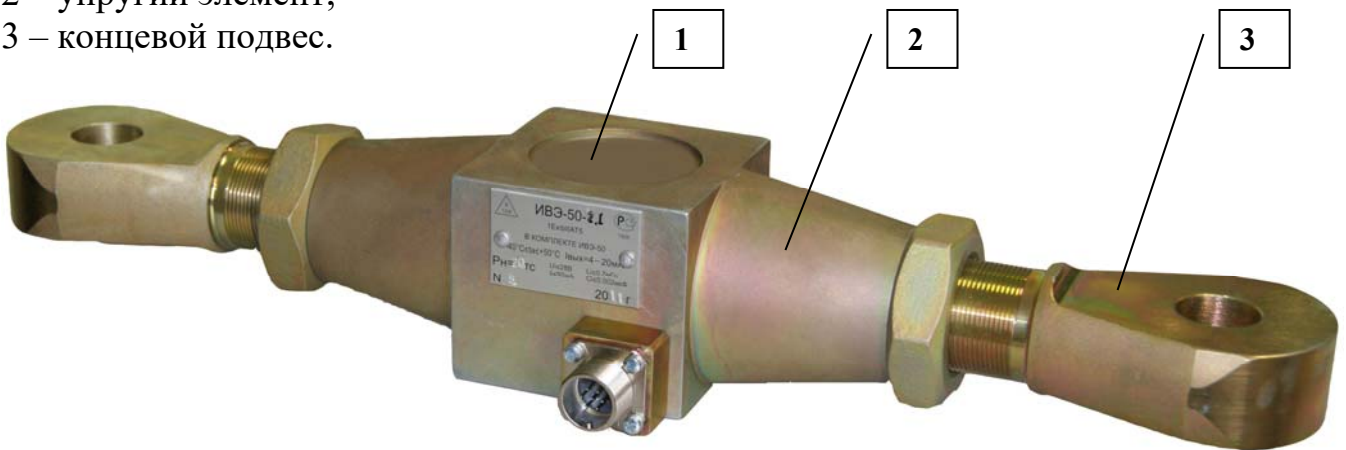

Рис.1 Внешний вид датчика.
4.1. Датчик состоит из следующих элементов (рис.1.)